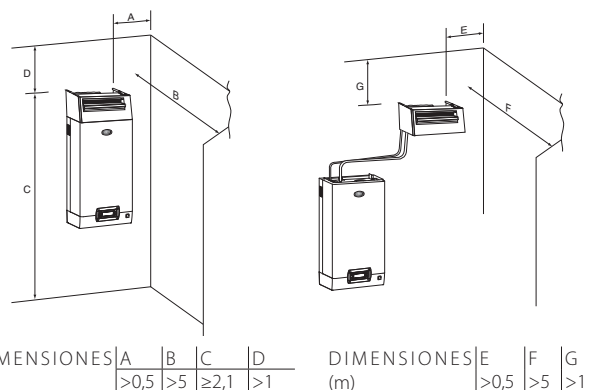

Fig. 3.c
2. El soporte de fijación en forma de "L" (ver pieza 1 Fig. 3.b) se suministra con los modelos de distribuidor de vapor de DP085* a DP025*. Para longitudes inferiores, se puede suministrar el soporte como opción (cód. 18C478A088).
Atención: Para conseguir una correcta difusión del vapor, respete la distancias indicadas en la fig. 3.c.